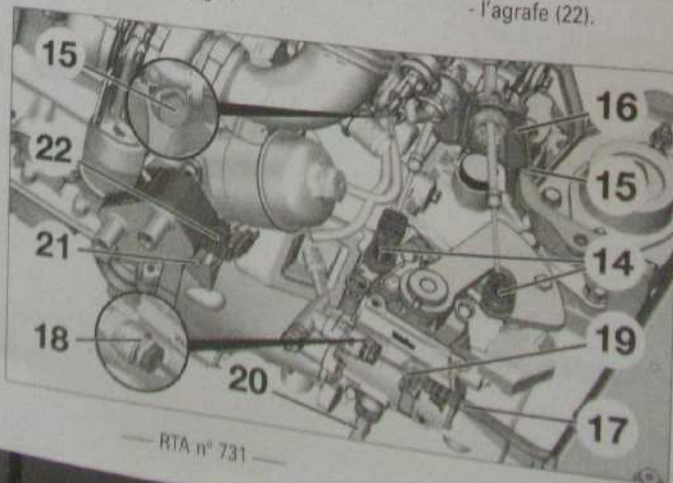

Fig. 7
- Désaccoupler les rotules (14) (Fig.7).
- Déposer les vis (15).
- Ecarter le support (16).
- Tirer sur l'agrafe (18) sans la déposer.
- Désaccoupler la canalisation hydraulique (17).
- Dégrafer la canalisation (17) de l'agrafe (19).
- Débrancher le connecteur (20).
- la vis (21),
- l'agrafe (22).